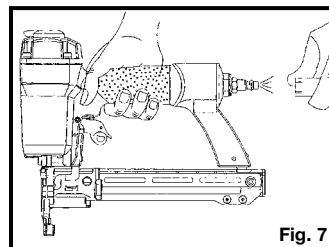

Fig. 7
- **Conecte la herramienta a la manguera** de suministro de aire con un acople que retire automáticamente toda la presión de la herramienta cuando se desconecta el acople. (Fig. 7)
- **Desconecte la herramienta de la manguera de suministro de aire** antes de realizarle mantenimiento a la herramienta, retirar un elemento de fijación atascado, dejar el área de trabajo, trasladar la herramienta a otra ubicación o entregarle la herramienta a otra persona. (Fig. 7)